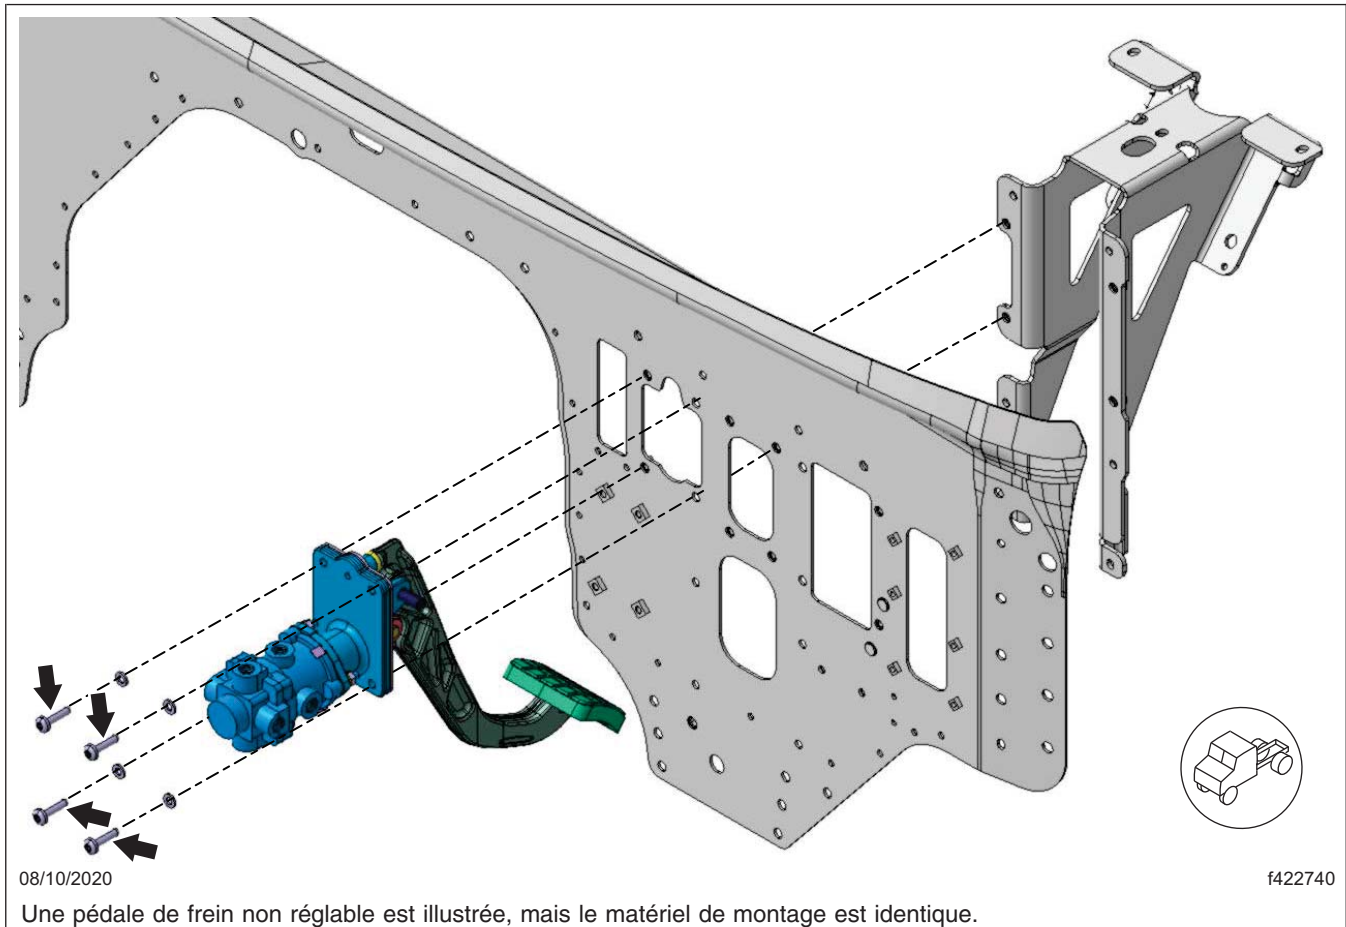

Fig. 5, Dépose du bloc pédale de frein
8. A l'aide d'une douille à embout étoile, retirez et mettez au rebut le matériel de fixation du bloc pédale de frein, puis retirez le bloc pédale de frein. Reportez-vous à la **Figure 5**.
13. Installez le bloc pédale de frein à travers le capot, puis fixez-le avec quatre vis et rondelles neuves. Les nouvelles vis doivent être installées en utilisant de l'adhésif frein-filet. Serrez les vis à un couple de 16 ± 1 N·m (12 ± 1 lbf·pi). Reportez-vous à la Figure 5.